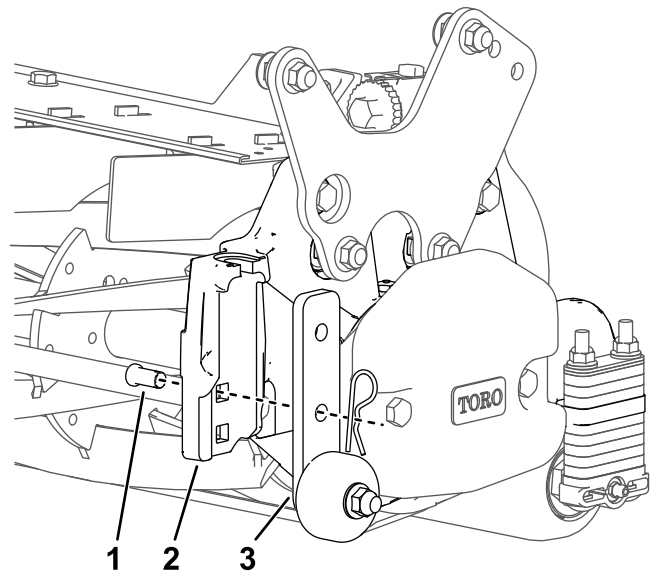

Bild 18
- Heben Sie die Halterungen der Transportrollen an, wenn die Schneideinheit in die Betriebsstellung angehoben ist (Bild 18).